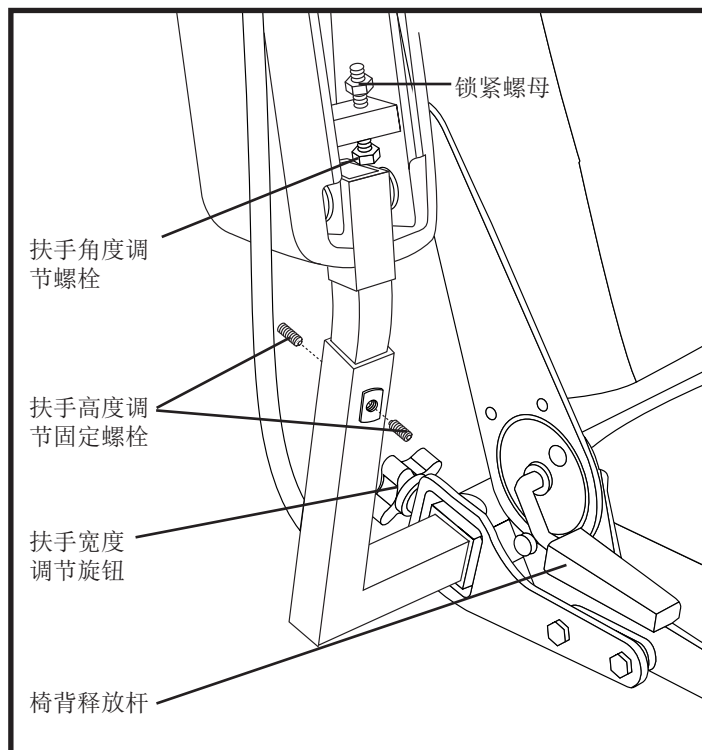

图8. 扶手和椅背调节
注意：座椅调节硬件的最常见配置如图8所示。您的产品可能配备了其他配置。所有配置均以类似方式运行。
1. 找到扶手固定架两侧的调节螺栓。见图 8。
1. 将扶手抬起至竖直状态，使其与地面垂直。见图8。
1. 松开扶手上的固定螺栓。见图 8。